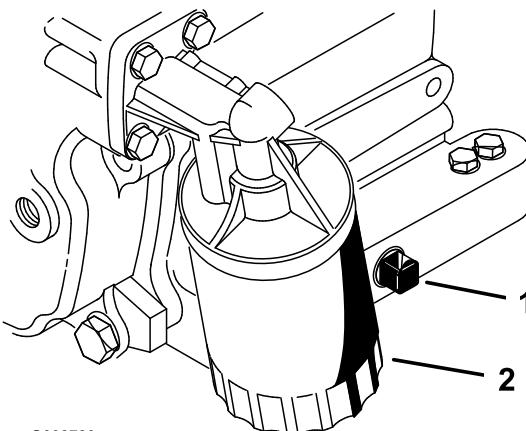

図 27
- ドレンプラグ (図 27) を外してオイルを容器に受け
- オイルフィルタを外す 図 27。